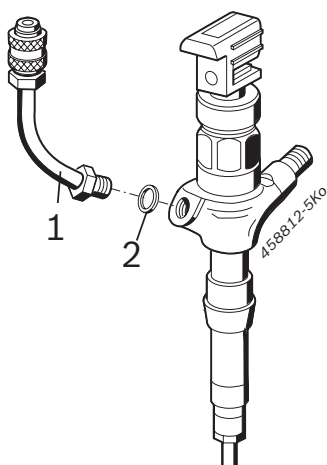

Fig. 2: Tubo flessibile
1. Avvitare e serrare il tubo flessibile 1 680 712 368 (fig. 2, pos. 1) con l'anello di tenuta piatto (fig. 2, pos. 2) nel foro di ritorno del CRI Piezo.